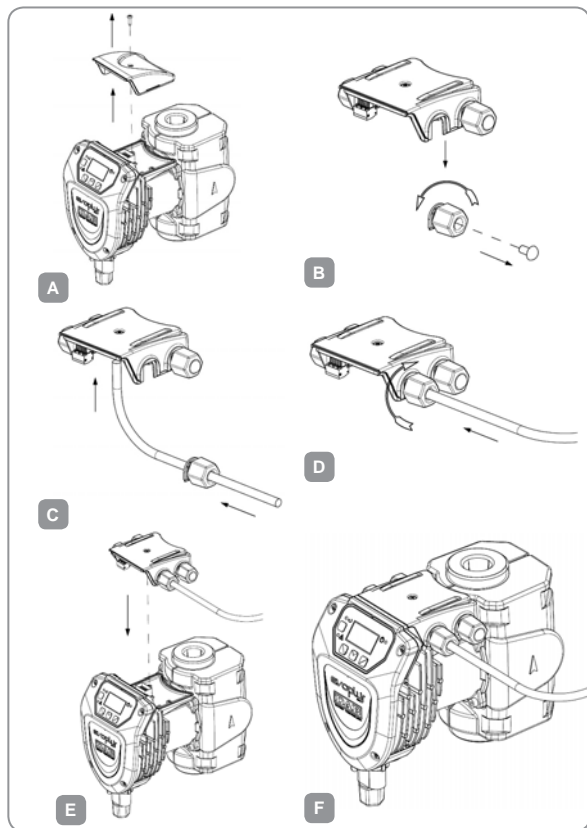

Figura 1: Fases de instalación de los módulos de expansión
Para instalar el módulo de expansión seguir las instrucciones indicadas en la Figura 1:
- Desmontar la tapa estándar del **EVOPLUS SMALL**. Figura 1: (A).
- Utilizar uno o varios sujeta-cables para realizar las conexiones eléctricas del módulo de expansión. Figura 1: (B) – (C) – (D).
- Colocar el módulo de expansión en el punto donde estaba la tapa estándar y cerrar otra vez. Figura 1: (E) – (F).